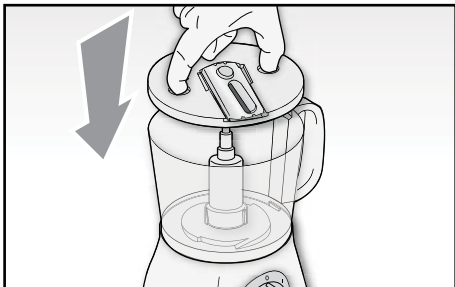

Fig. 10
- Montare il disco porta lame (I) completo sul perno motore (C), afferrandolo dagli appositi occhielli, con la lama rivolta verso l'altro (Fig. 10).
- Inserire il coperchio (O) sopra la ciotola (P) e procedere come indicato nel paragrafo "Tritare, impastare o montare".